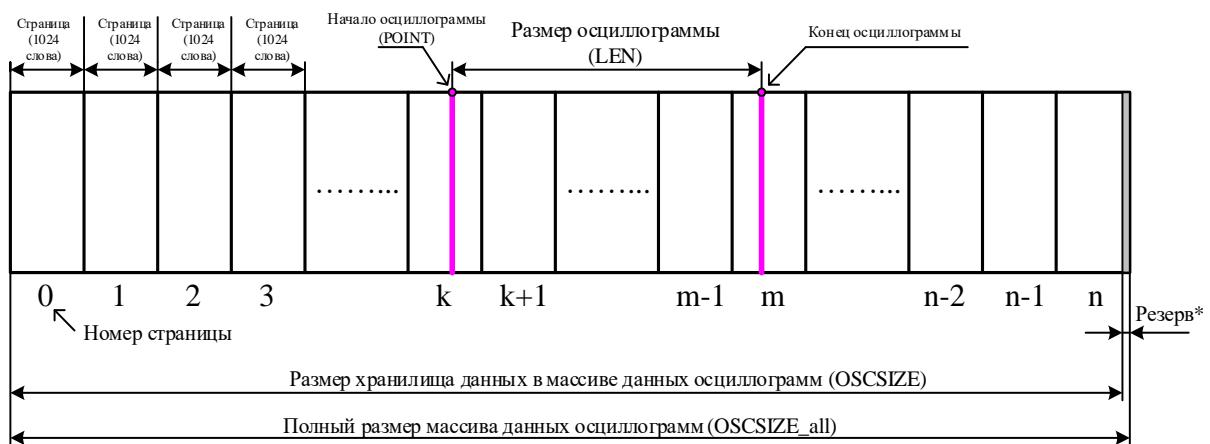
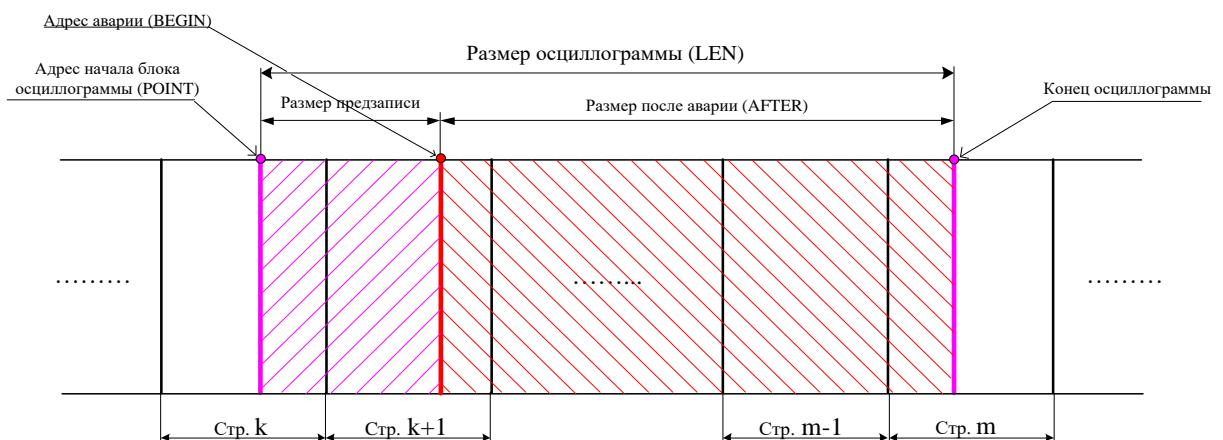

Рисунок 8.3
Рисунок 8.4
8. определить адрес начала и окончания осцилограммы в массиве данных осцилограмм (рисунок 8.3);
9. выделить искомую осцилограмму из хранилища данных осцилограмм (рисунок 8.3) и прочесть ее содержимое (при чтении осцилограммы выполняется ее переворот – рисунок 8.4);